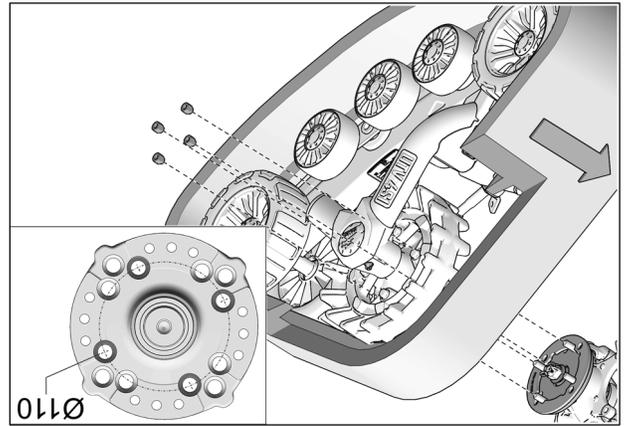

Fig. 24
11. Fixer le système de traction au moyeu de roue arrière. Utiliser les écrous de roue du véhicule sur le cercle de perçage de Ø110 mm. Voir la Fig. 24